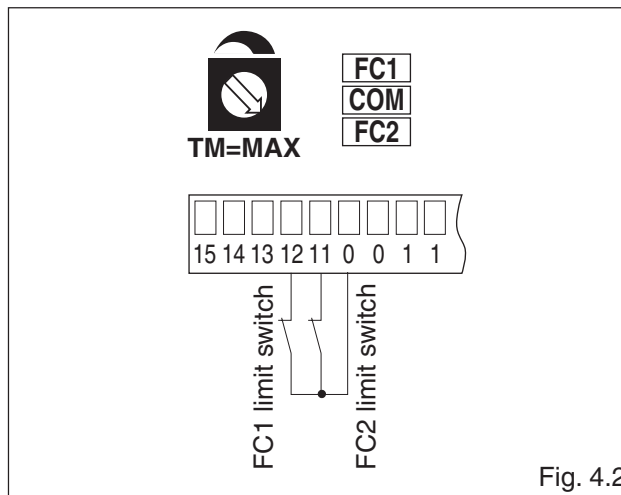

Fig. 4.2
- (Fig. 4.2) relier les contacts N.F. des fins de course d'ouverture et de fermeture aux bornes 0-11-12.